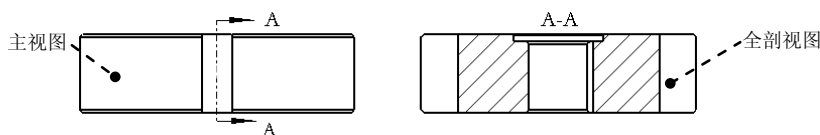

图 3.8.9 全剖视图
全剖视图属于 2D 截面视图，在创建全剖视图时需要用到截面。全剖视图如图 3.8.9 所示，操作方法如下：
Step2. 选取图 3.8.9 所示的主视图并右击, 从弹出的快捷菜单中选择 **插入投影视图...** 命令。
(1) 在对话框中, 选取 **类别** 区域中的 **截面** 选项。
(2) 将 **剖面选项** 设置为 **2D 剖面**, 然后单击 **+** 按钮。
(3) 将 **模型边可见性** 设置为 **全部**。
(4) 在 **名称** 下拉列表框中选取剖截面 **A** (A 剖截面在零件模块中已提前创建), 在 **剖切区域** 下拉列表框中选取 **完全** 选项。
(5) 单击对话框中的 **确定** 按钮, 关闭对话框。
(1) 选取图 3.8.9 所示的全剖视图, 然后右击, 在弹出的快捷菜单中选择 **添加箭头** 命令。
(2) 在系统 **给箭头选出一个截面在其处垂直的视图。中键取消。** 的提示下, 单击主视图, 系统自动生成箭头。